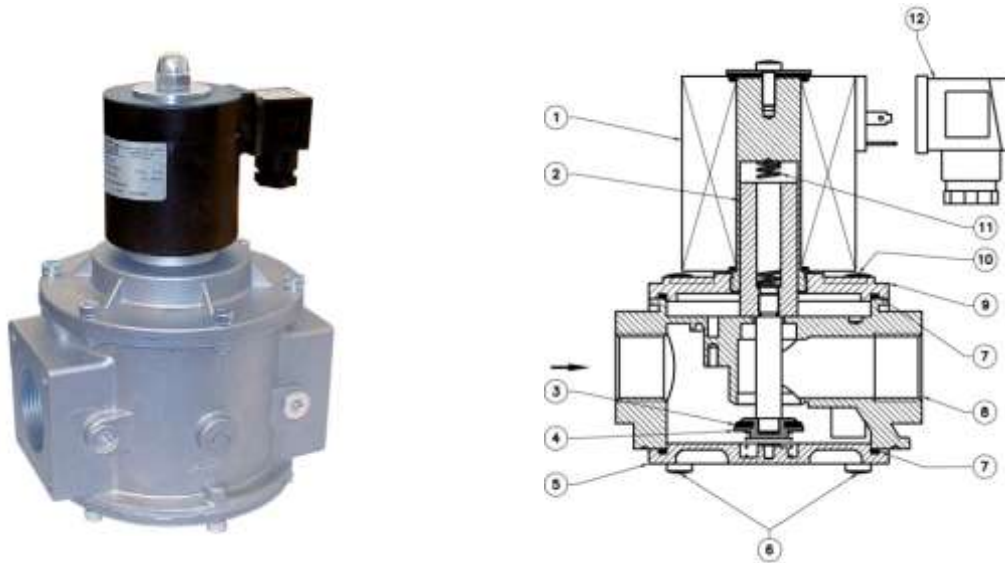

Рис. 1
Клапан (рис. 1) состоит из: электромагнитная катушка (1); подвижный сердечник (2); уплотнительная кольцо (3); затвор (4); нижняя панель (5); винты крепления нижней панели (6); уплотняющая прокладка (7); корпус (8); верхняя крышка (9); винты крепления верхней крышки (10); пружина (11); электрический коннектор (12).